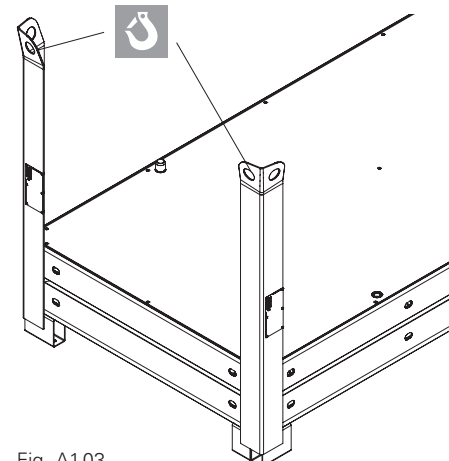

Fig. A1.03
2. Inserire il secondo e gli altri elementi negli accatastatori con il pannello rivolto verso l'alto. (Fig. A1.03)